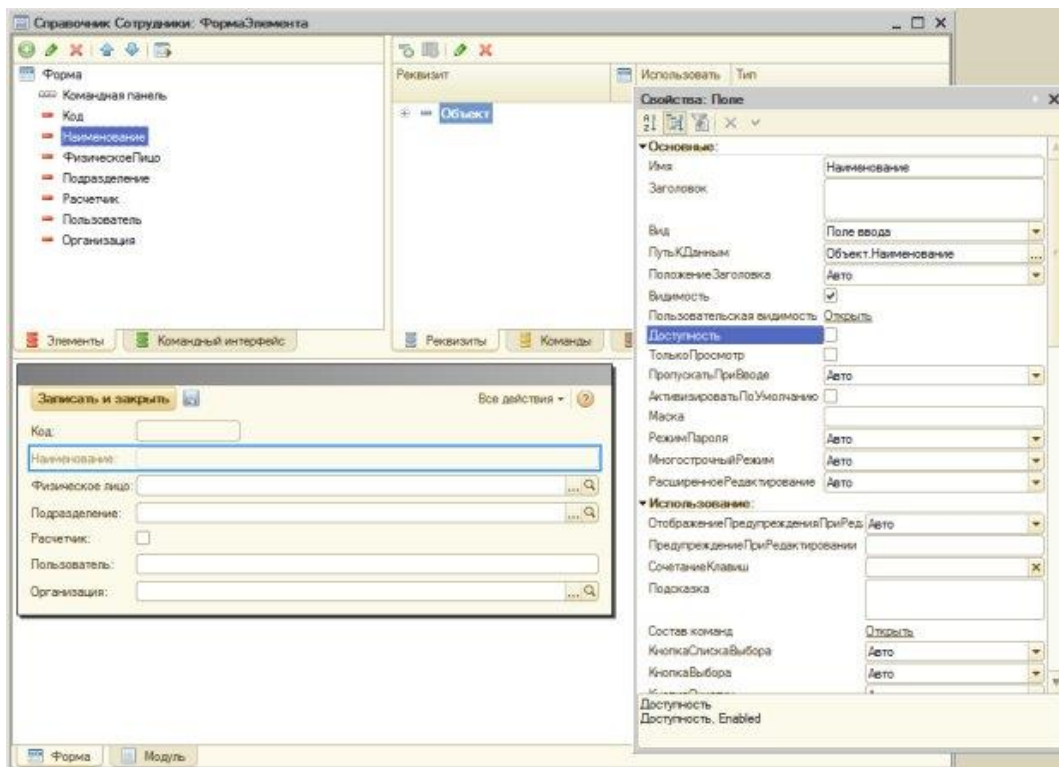

Рисунок 10.4. Настройка формы элемента справочника Сотрудники
4. Мы хотели бы, чтобы наименование сотрудника в данном справочнике формировалось бы автоматически и состояло бы из ФИО физического лица и подразделения, в котором работает сотрудник. Создадим форму элемента справочника и, для элемента формы **Наименование**, снимем флаг **Доступность**, Рисунок 10.4.